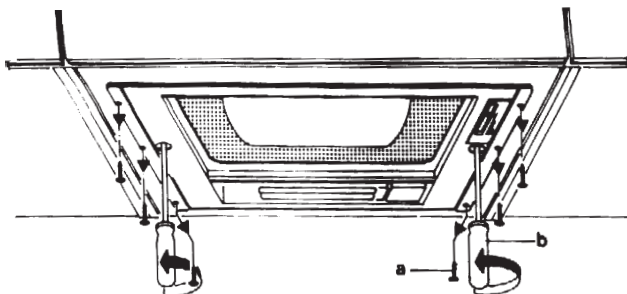

Abb. 9
- Schrauben an den beiden Befestigungsfedern lockern (Abb. 9).